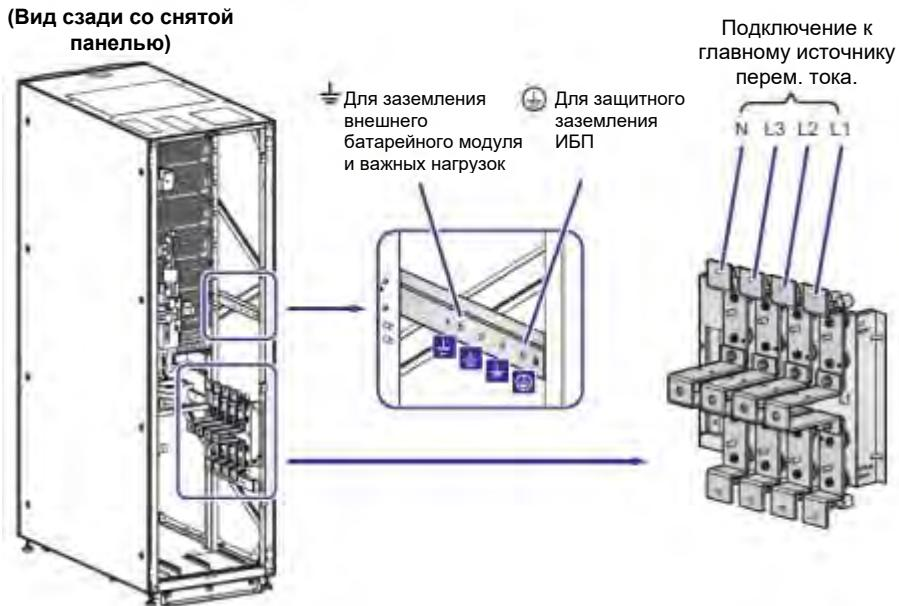

Рисунок 5-15: Схема верхнего подключения одного ИБП к одной линии. Шаг 1
- Рисунок 5-15: Схема верхнего подключения одного ИБП к одной линии. Шаг 1**